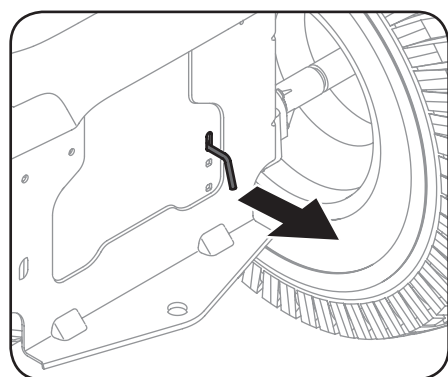

Figure 2-1
- Engagez la tige de dérivation de la transmission pour déplacer le tracteur manuellement sans le démarrer. La tige de dérivation de la transmission est située à l'arrière du tracteur, sur le châssis. Tirez la tige de dérivation pour l'engager. Voir Figure 2-1.
- Après avoir déplacé le tracteur, poussez la tige de dérivation de la transmission pour la désengager. Voir Figure 2-1.